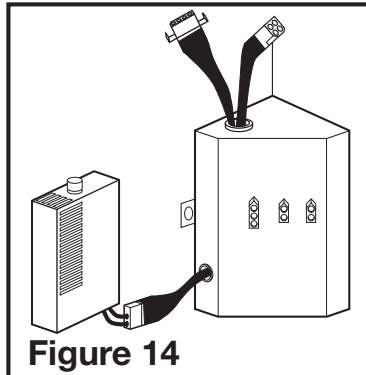

Figure 14
- 3d. **MODÈLES AVEC DÉTECTION D'HUMIDITÉ ET DÉTECTION DE MOUVEMENT :** branchez les câbles à 2 broches du ventilateur et les câbles à 3 broches de connexion rapide du moteur dans la prise correspondante située sur le couvercle du compartiment de fil. Connectez le connecteur à deux broches du compartiment de l'hygrostat au connecteur à deux broches du côté du couvercle du logement de fil. Ces câbles ne s'adaptent que dans un sens dans les réceptacles (Figure 14).